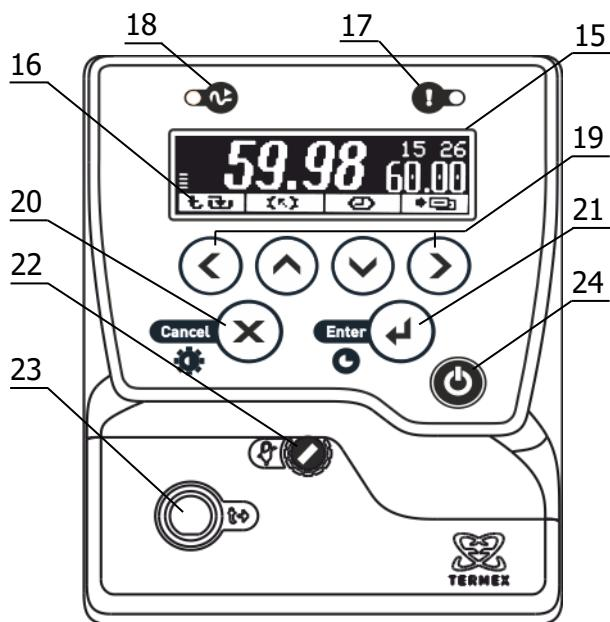

Рисунок 2 – Лицевая панель
Система безопасности блоков регулирования отключает двигатель насоса и нагреватель при срабатывании хотя бы одной из защит или неисправности датчика температуры (1.2.13). При срабатывании системы безопасности раздается звуковой сигнал, загорается индикатор 17 (рисунок 2) и на дисплей 15 выводится информация о причине неисправности.
2.3.1 После подключения сетевого кабеля к электрической сети блок регулирования переходит в режим ожидания. Подключение сопровождается кратковременной подсветкой дисплея 15 (рисунок 2).
2.3.6 Для регулировки яркости подсветки или контраста дисплея нажать кнопку 20 (X), выбрать изменяемый параметр кнопками (▲) и (▼) и установить его значение кнопками (◀) и (▶). Зафиксировать изменение нажатием кнопки 21 (↔) (рисунок 2).
2.7.6 Для выбора уставки в качестве текущей кнопками (▲) и (▼) подвести к ней указатель. Значение отмеченной указателем уставки дублируется крупными цифрами в правой части дисплея. Для подтверждения выбора отмеченной уставки нажать кнопку 21 (↔). Для отмены выбора нажать кнопку 20 (✗) (рисунок 2).
2.7.7 Для изменения численного значения отмеченной указателем уставки нажать кнопку (►). На рамке, обрамляющей значение уставки в правой части дисплея, появятся «засечки», указывающие на изменяемую позицию в численном значении. Цифра в отмеченной позиции мигает. Нажатиями кнопок (▲) и (▼) установить требуемую цифру в отмеченной позиции. Если удерживать кнопку нажатой, значение уставки будет изменяться непрерывно. Нажатиями кнопок (◀) и (►) переместить отметку изменяемой позиции. Дискретность изменения значения уставки зависит от положения изменяемой позиции: если отмечена позиция десятков, то при единичном нажатии кнопки (▲) или (▼) значение уставки изменится на 10 °C. Если отмечена позиция десятых долей, то значение уставки изменится на 0.1 °C соответственно. Закончить ввод нового значения уставки нажатием кнопки 21 (↔). Для возврата к значению уставки до ее изменения нажать кнопку 20 (✗) (рисунок 2).
2.8.3 При срабатывании защиты раздается звуковой сигнал и загорается красный индикатор срабатывания системы безопасности 17 (рисунок 2). Работа насоса и нагревателя будет блокирована. На дисплее отобразится текущее состояние системы защит.